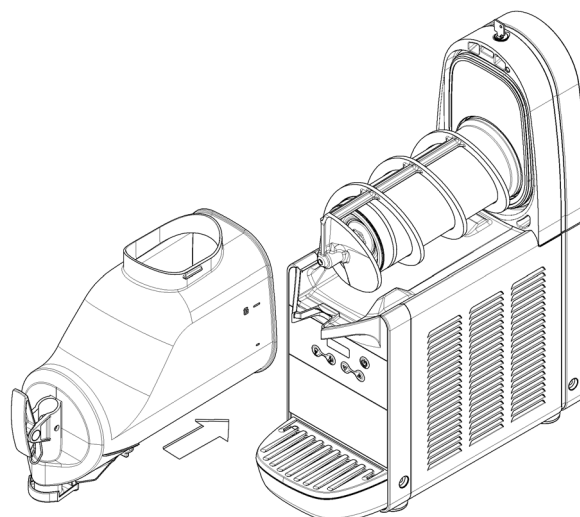

figura 12
**6** Montar de nuevo el recipiente empujándolo hacia la pared posterior, asegurándose que encaje correctamente sobre la garnición. La palanca de bloqueo descenderá hasta apoyarse sobre la plataforma de goteo (ver figura 12).